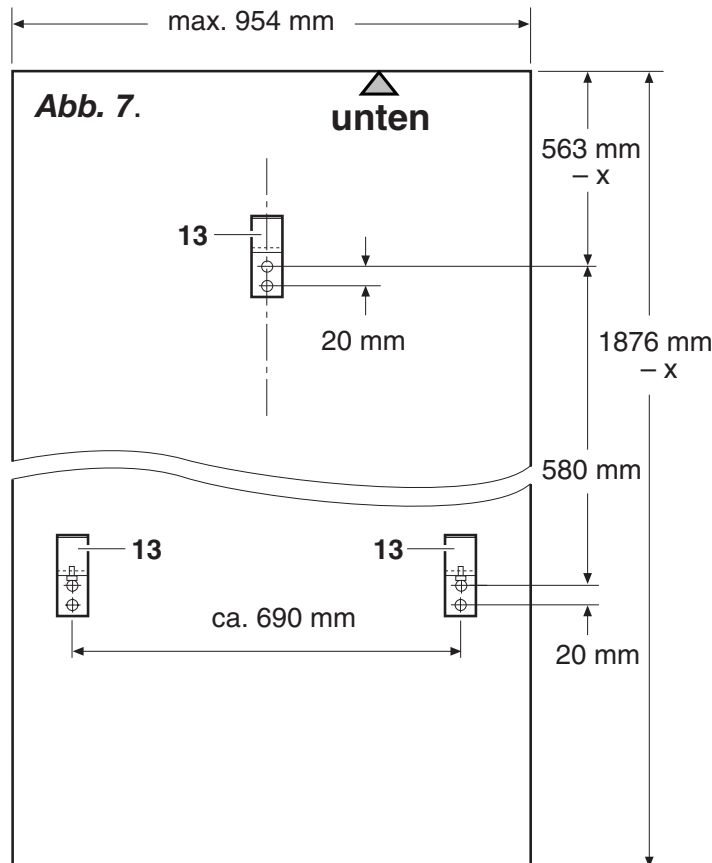

Abb. 7.
- Bohrlöcher an der Innenseite der Frontplatte anreißer und bohren, **Abb. 7.**